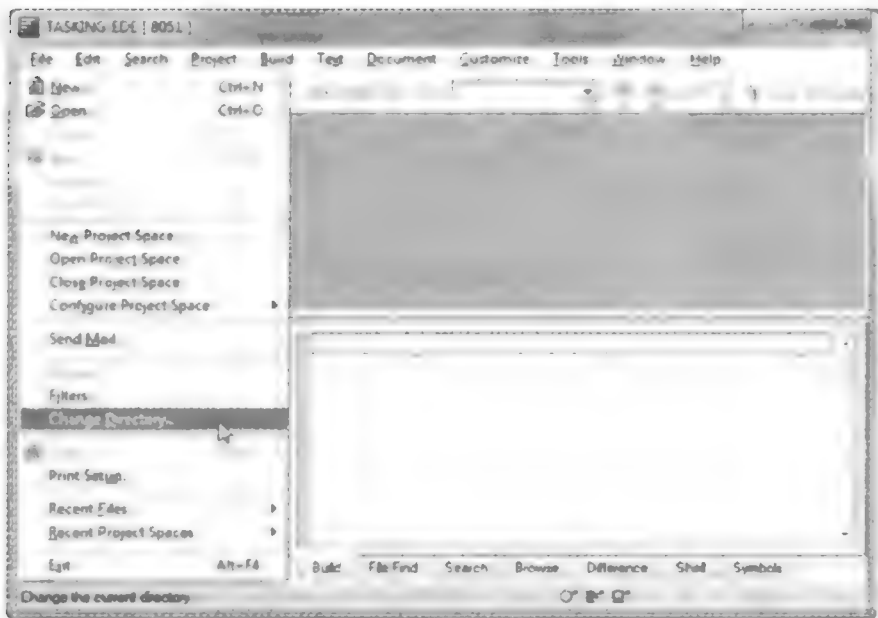
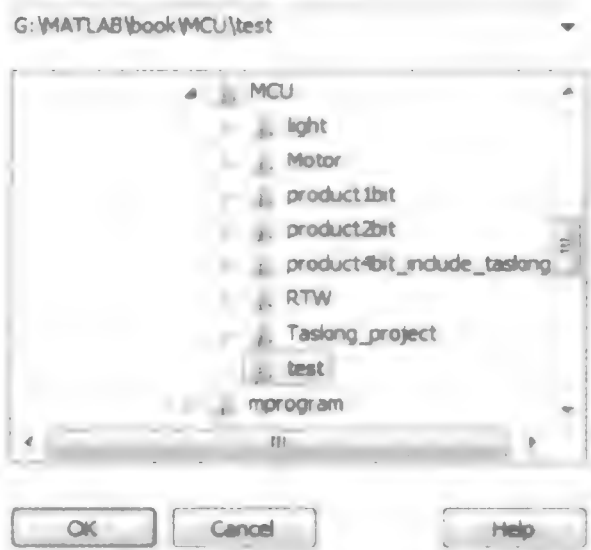

图 5.3.4 设置工作目录菜单
图 5.3.5 设置工作目录
(1) 打开 TASKING EDE [8051],选择菜单项 File→Change Directory,设置当前工作目录,例如…\test,如图 5.3.4、图 5.3.5 所示。